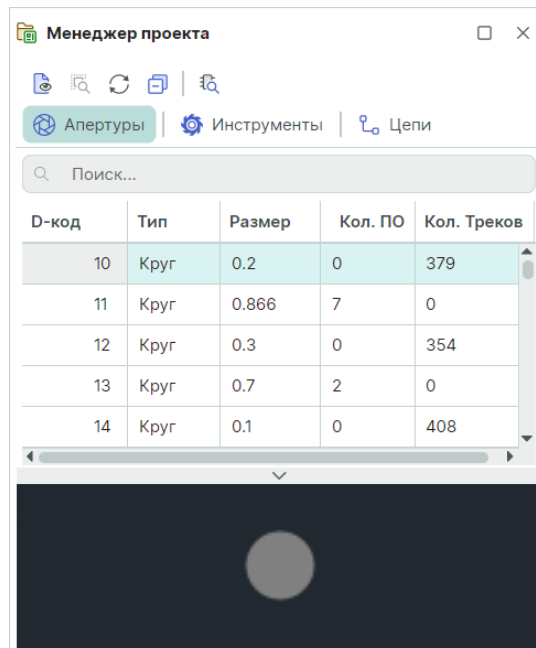

Рис. 16 Вкладка «Апертуры»
1. Вкладка «Апертуры» отображает перечень апертур, используемых в проекте производства, см. Рис. 16.